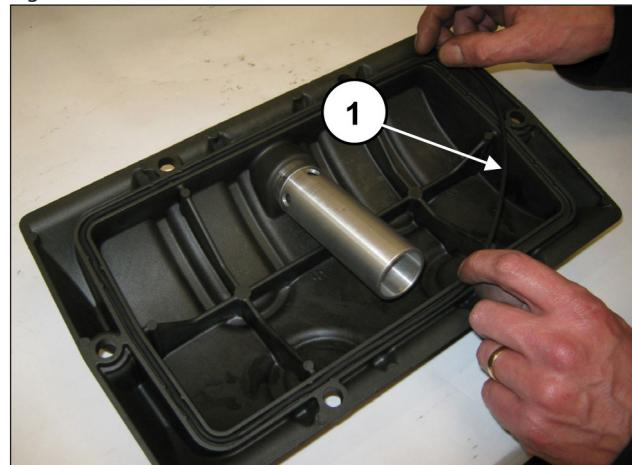
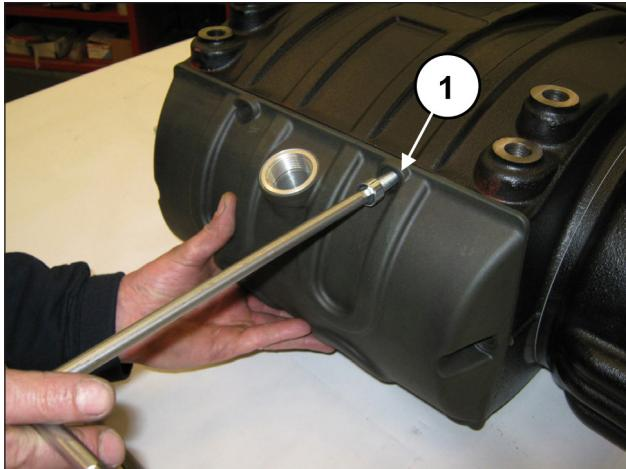

Fig. 72
Fig. 73
Inserire l'O-ring nel coperchio posteriore (pos. ①, Fig. 72) e montare il coperchio al carter mediante 6 viti M10x30 (pos. ①, Fig. 73).